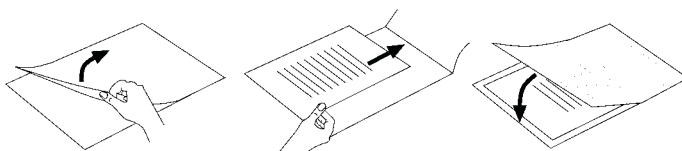

Fig. 2
- ▶ Veuillez à utiliser un seul film pour la plastification. Commencez d'abord par l'ouvrir, comme indiqué par exemple sur la fig. 2.
- ▶ Veillez à utiliser un seul film pour la plastification. Ouvrez tout d'abord ce dernier, comme par exemple indiqué sur la fig. 2.